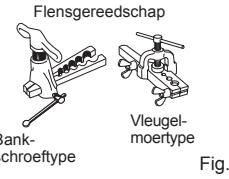

Fig. 4
- Afdichting (Fig. 4, 5). Draai de koperen leiding volgens de in de tabel genoemde waarden stevig vast. Selecteer A mm uit de tabel volgens het gekozen gereedschap.